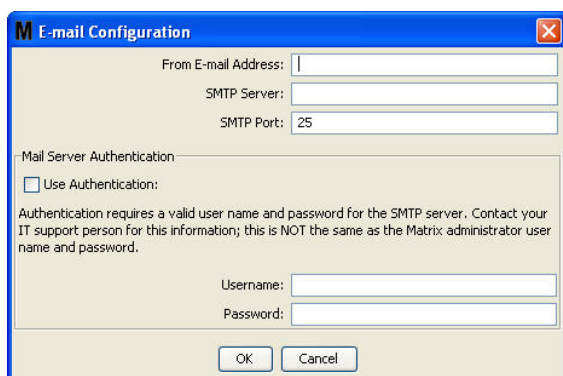

FIG. 137
2. L'écran "E-mail Configuration" (Configuration du courrier électronique) illustré dans la FIG. 137 s'affiche.